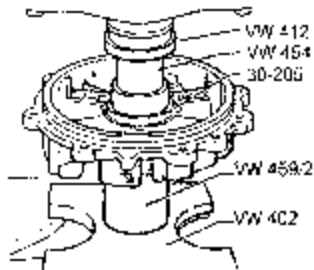
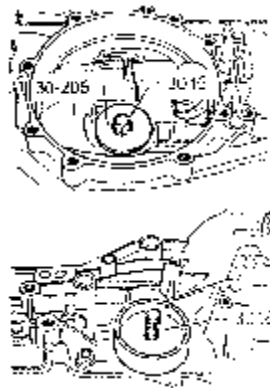

图 7-184 压入锥形滚柱轴承外圈
图 7-185 将锥形滚柱轴承外圈压入变速箱壳体
- (1) 用变速箱油润滑单片止推垫圈并且装入。
(2) 压入锥形滚柱轴承外圈，如图 7-184 所示。用压板 30-205 将锥形滚柱轴承外圈装入变速箱壳体内，连接拉头 3046 的压块，旋转并且压入外圈，如图 7-185 所示。